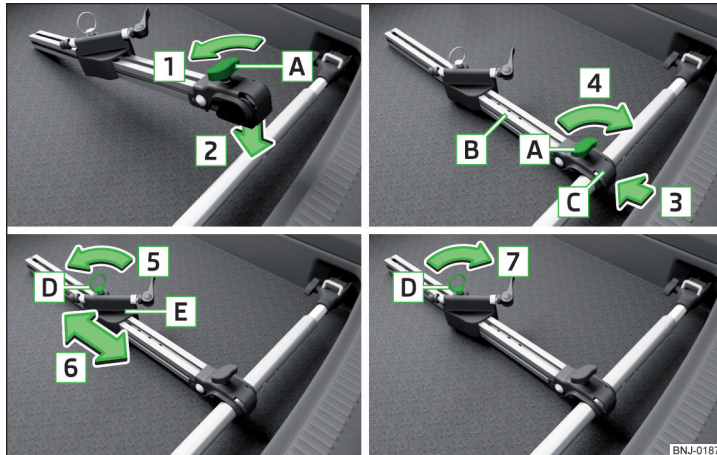

Abb. 124 Fahrradträger einbauen
- Zum **Einbauen** die Schraube **A** am Fahrradträger (nachstehend nur Träger) in Pfeilrichtung **1** lösen » Abb. 124.
- Möchte man zwei Fahrräder transportieren, dann die Schraube **A** » Abb. 124 auf Seite 97 am Träger lösen und den Träger zusammen mit dem befestigten Fahrrad nach links verschieben.
- Die Schraube **A** » Abb. 124 auf Seite 97 am Träger festziehen.
- Falls erforderlich, die Position des verschiebbaren Teils **E** » Abb. 124 auf Seite 97 anpassen.